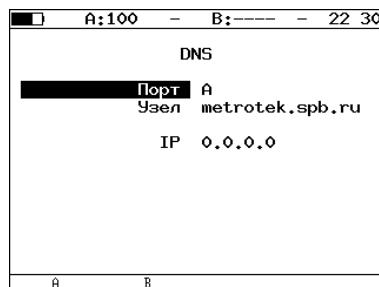

Рис. 7.74. Меню «DNS»
- Перейти в меню «DNS» (см. рис. 7.74).
Пример результатов тестирования представлен на рис. 7.74.